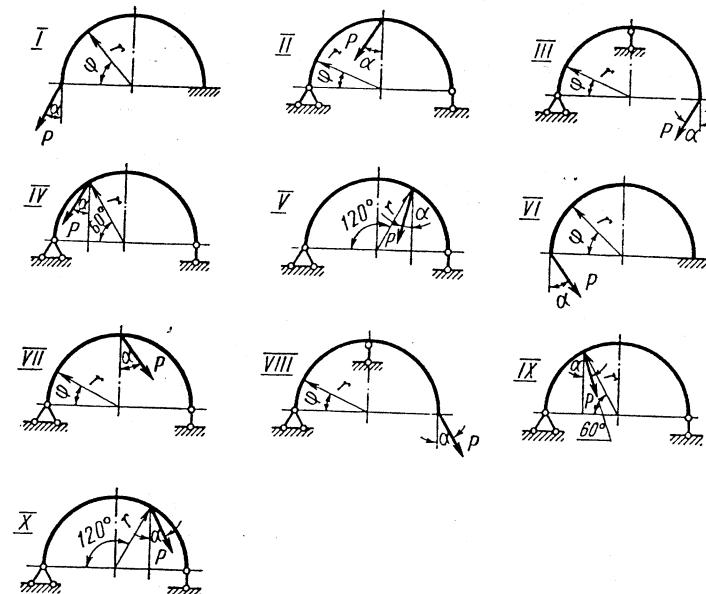

Рис. 10
**Задача 10.** Построить эпюры  $M$ ,  $N$ ,  $Q$  и найти нормальные напряжения в опасном сечении кривого стержня (рис. 10). Данные взять из табл. 9.